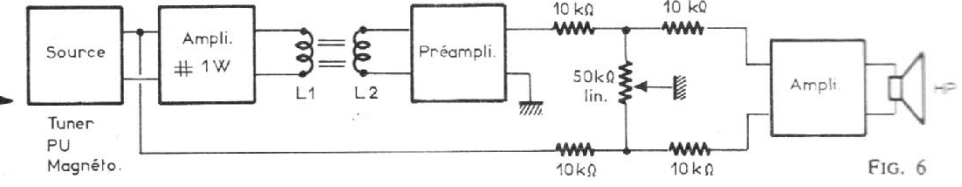

FIG. 6
**— Exemple 2 (Fig. 6)**
Dans la disposition proposée figure 6, la source attaque un amplificateur BF (environ 1 W) chargé par le transducteur d'entrée. La sortie est amplifiée par le préampli, puis un dispositif mélangeur donne à la sortie une tension composée d'une partie du signal normal et d'une partie du signal réverbéré. L'ensemble est introduit dans l'amplificateur normal et son haut-parleur. Cette disposition fait l'économie d'un haut-parleur. Un schéma complet est proposé en figure 7.